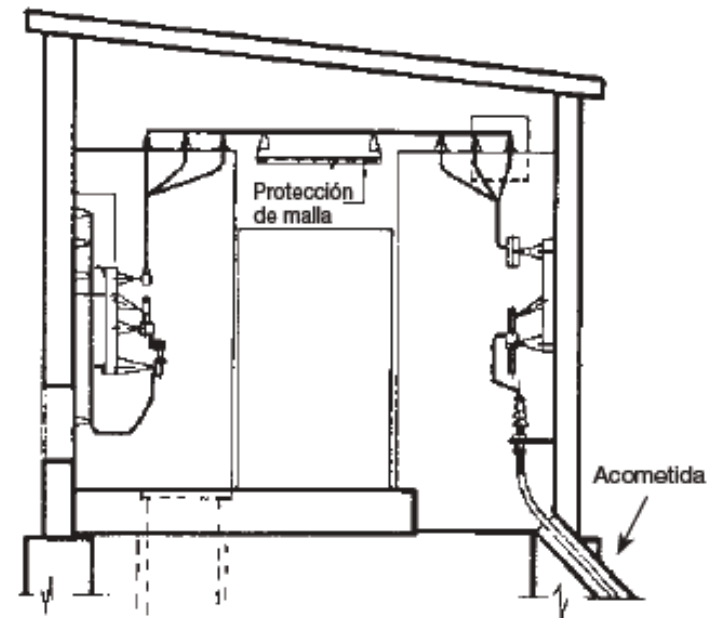

Fig. 1.22. CT con acometida subterránea.
- **CT con acometida subterránea.** En este tipo de centro, la corriente eléctrica llega a través de una línea subterránea de MT (Fig. 1.22).